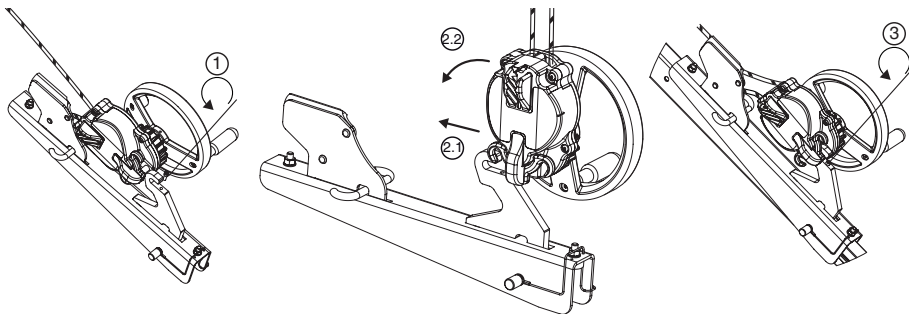

Fig. 8
6.3.4. derope™ UP R apparat (Fig. 8, 9 og 10)
derope™ UP R apparatet skal fastgøres på benet på tracode trefoden fra Tractel® som vist på Fig. 8. Enhver anden fastgørelse til et andet punkt på tracode trefoden fra Tractel® er forbudt.
- Løsn blokeringsskruen til tilkoblingskroge på konsollen til derope™ UP R apparatet (Fig. 8,1).
- Installer derope™ UP R apparatet på tilkoblingskroge (Fig. 8, 2.1 – 2.2).
- Skru blokeringsskruen fast for at forhindre apparatet i at blive adskilt fra konsollen (Fig. 8, 3) og kontrollér, at den sidder korrekt og er spændt godt fast.